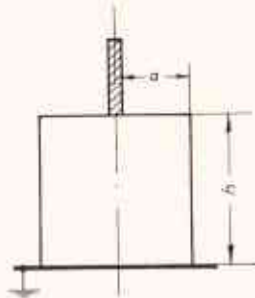

Abb. 4.1 – Isolator
5. Eine Sammelschiene für eine Spannung von $U = 15000 \text{ V}$ gegen Erde ist mit einem Isolator nach nebenstehender Zeichnung befestigt. Die Abmessungen betragen: $a = 90 \text{ mm}$, $h = 200 \text{ mm}$. Die Durchschlagsfestigkeiten sind für Luft $E_L = 1,5 \text{ kV/mm}$ und für Porzellan $E_P = 20 \text{ kV/mm}$ (Abb. 4.1).